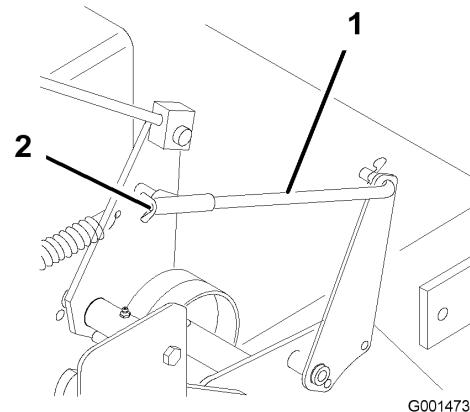

Figura 35
5. Para ajustar el freno, gire las tuercas de orejeta de las varillas de freno (Figura 35). Gire las tuercas de orejeta en el sentido de las agujas del reloj para apretar el freno; gírelas en el sentido contrario a las agujas del reloj para aflojar el freno.